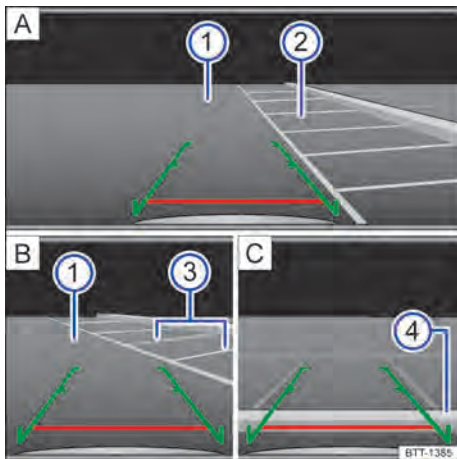

Fig. 103 Visualización del display del sistema de radio: estacionar con la cámara de marcha atrás.
Leyenda para → fig. 103:
- Colocar el vehículo delante de la plaza de estacionamiento → fig. 103 ② **A**.
- Conducir hacia atrás lentamente y maniobrar de modo que las guías verdes laterales conduzcan entre las líneas de delimitación de la plaza de estacionamiento seleccionado ② **A**.
- Alinear el vehículo en la plaza de estacionamiento seleccionada de modo que las guías verdes laterales queden sobre las líneas de límite lateral ③ **B**.
- Detener el vehículo cuando la línea roja alcance el límite trasero ④ **C**.